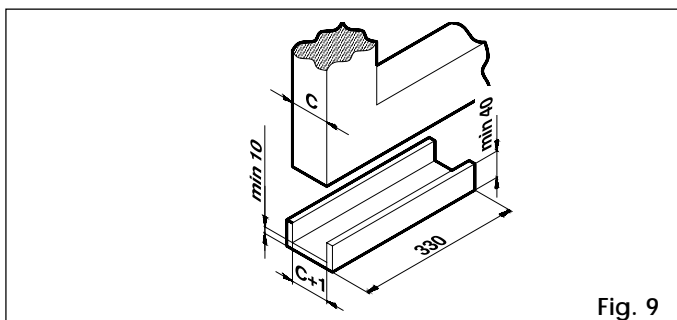

Fig. 9
- se procurer un profil en U correspondant aux dimensions comme indiqué fig. 9;